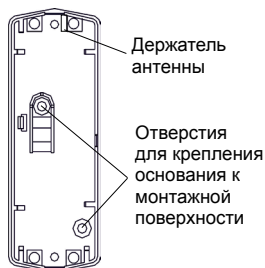

Рисунок 2 – Основание
9.1 Выберите место установки извещателя и произведите разметку для его крепления. Для разметки может быть использовано основание (рисунок 2). Закрепите основание шурупами.
**ВНИМАНИЕ!** Антенна должна быть установлена на держатель (см. рисунок 2). Размещение антенны вне держателя существенно снижает дальность радиосвязи.